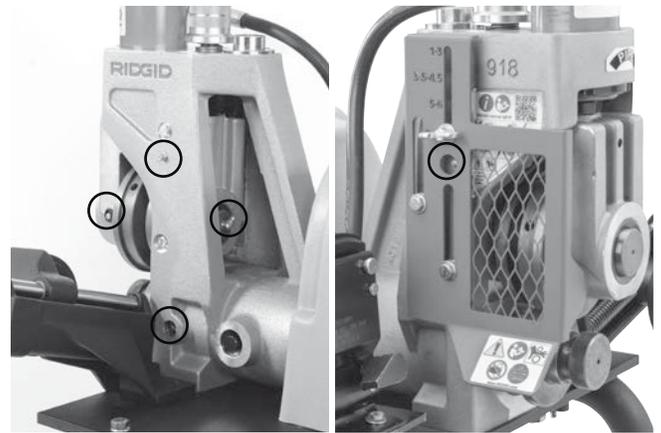

Figura 19 – Fitinguri de ungere
- Lubrifiați dispozitivul de roluire caneluri la fittingurile de ungere (*vedeți figura 19*). Adăugați vaselină până iese o mică cantitate.